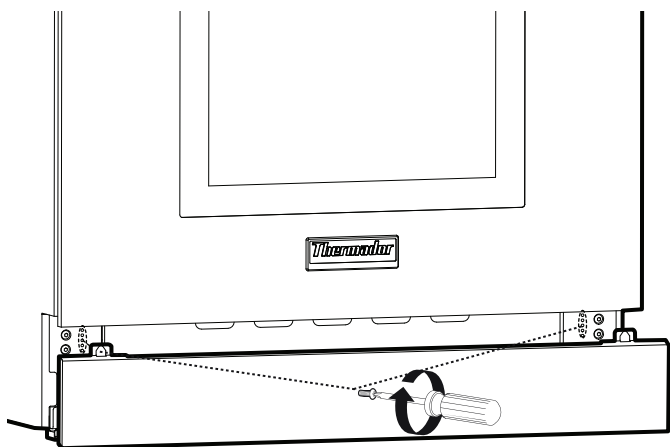

Figure 28 : Ajustement du panneau de seuil (plinthe)
2. Replacez le panneau à l'une des cinq positions de trou de vis, comme illustré sur la *Figure 28*. Réinstallez les vis Torx.
Tournez le bouton à HI. Voir *Figure 28* pour les caractéristiques de flamme appropriées.